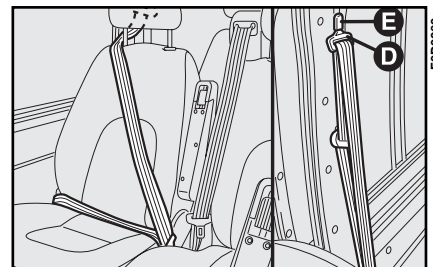

Abb. 13
- **Abb. 13** seitlicher rechter Sitzplatz in der ersten Reihe